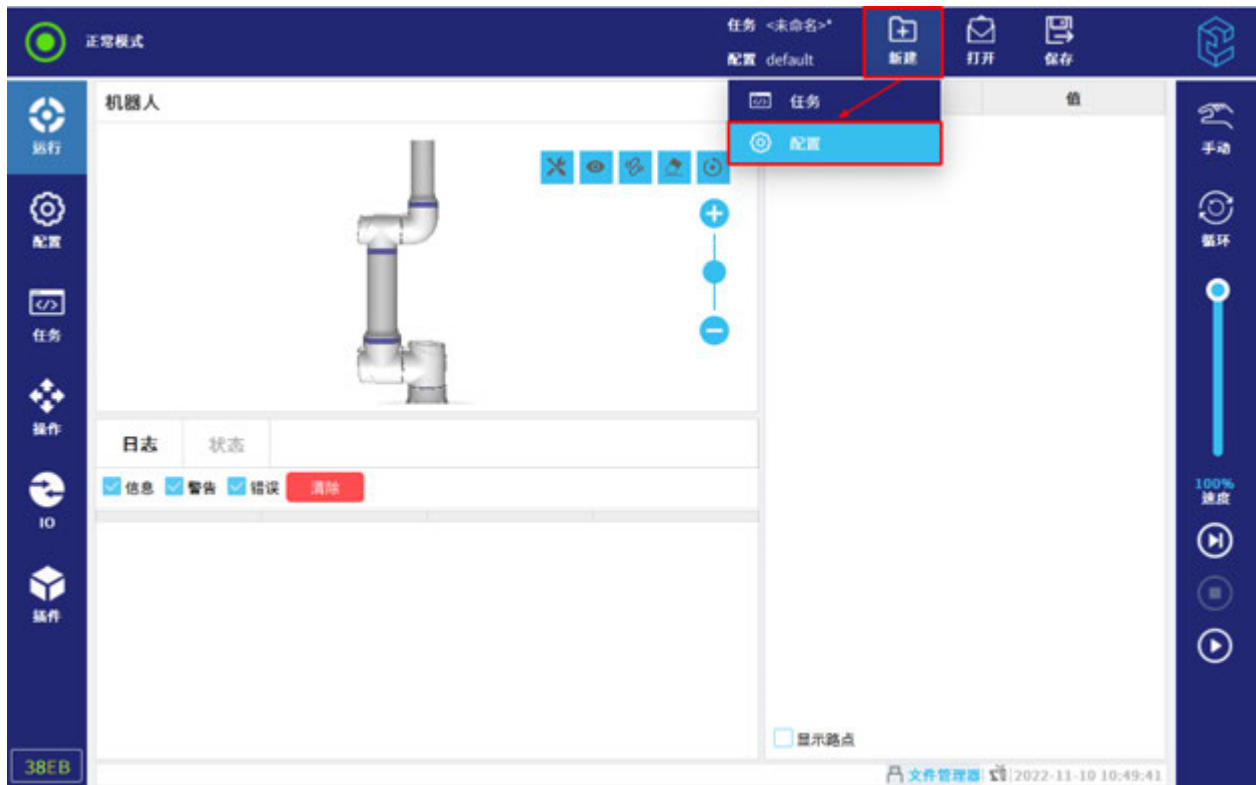

図 8-5 構成ファイルの新規作成
1. タスクと構成マネージャに「新規作成」をクリックして、「構成」を選定する、図 8-5 に示す。